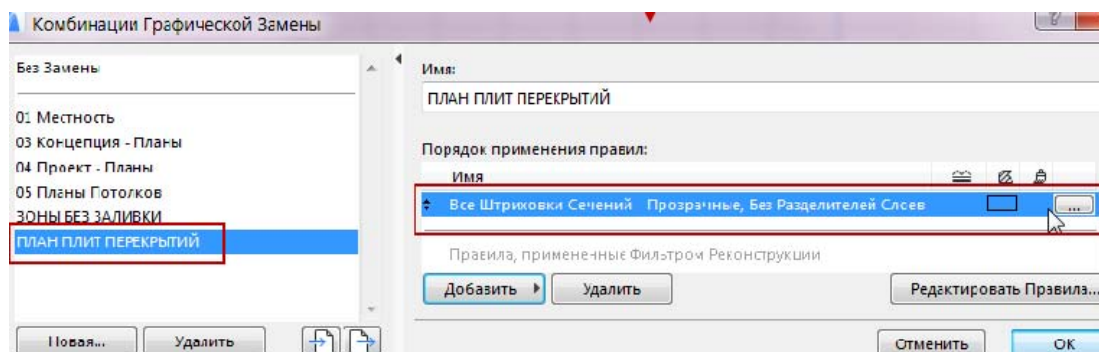

Рис. 11.2
*Новая комбинация графической замены.* Откройте диалоговое окно *Комбинации Графической Замены* (меню *Документ – Графическая Замена* или табло оперативных параметров  *Без Замены*). Создайте новую комбинацию (кнопка *Новая* расположена в левом нижнем углу диалогового окна) **ПЛАН ПЛИТ ПЕРЕКРЫТИЙ** и добавьте параметр *Все Штриховки Сечений – Прозрачные, без Разделителей Слоев* (рис. 11.2).